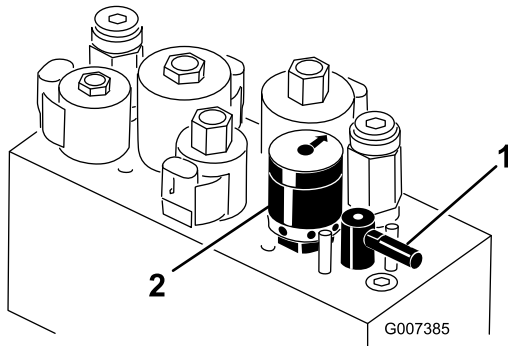

Figure 28
4. Pour régler la vitesse des cylindres, tournez le bouton (Figure 28) jusqu'à ce que la flèche soit en face du numéro correspondant au réglage voulu.